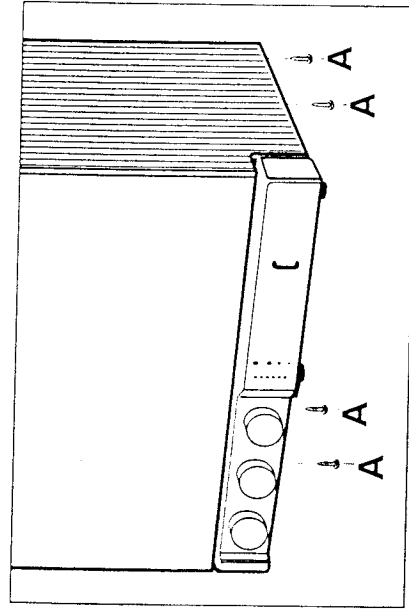

Fig. 9
- Dévisser les 4 vis "A" (fig. 9) de fixation de l'habillage ;